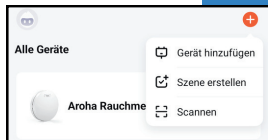

Abbildung 1: Gerät in der App hinzufügen
**Schritt 5:** Klicken Sie auf das „+“ in der oberen rechten Ecke des App-Startbildschirms. Wählen Sie dann **„Gerät hinzufügen“**, wie Sie in Abbildung 1 sehen. Die App sucht nun automatisch nach Geräten, die sich im Kopplungsmodus befinden. Befolgen Sie die Schritte wie in der App beschrieben.